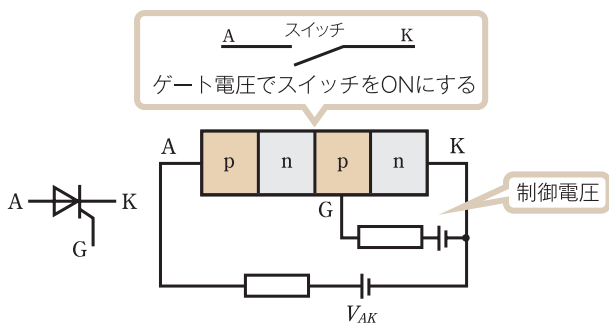

図22 サイリスタの図記号と原理
サイリスタ⑤は, 図22に示すように, pnpn4層構造の素子で, スイッチング素子として使われる。ゲート (G) に制御電圧を加えると, アノード (A) とカソード (K) の間に電流が流れはじめる。これをターンオン⑥という。
⑥ turn on